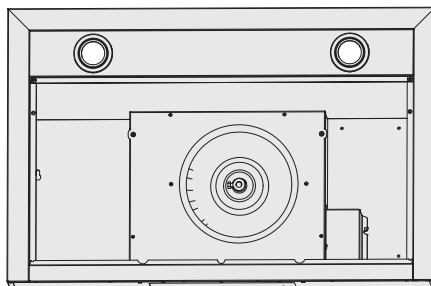

Figure 2
- Enlevez les deux filtres pour permettre l'accès à l'intérieur de l'unité (voir figure 2).